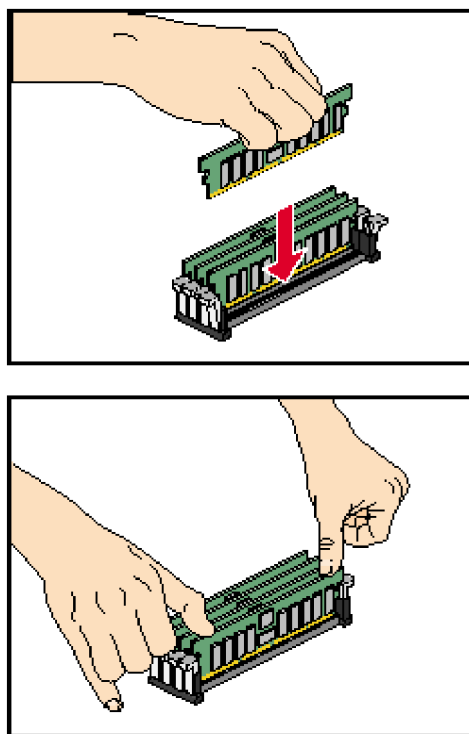

Figure 6-12 **Insertion d'un module DIMM**
Installez les modules DIMM, comme suit (reportez-vous à la figure 6-12) :
- e. Lorsque le module DIMM est bien en place dans le connecteur, les laquets d'éjection se verrouillent à ras de chaque extrémité du module DIMM. Reportez-vous à la figure 6-12. Répétez l'opération jusqu'à ce que tous les modules DIMM soient installés.